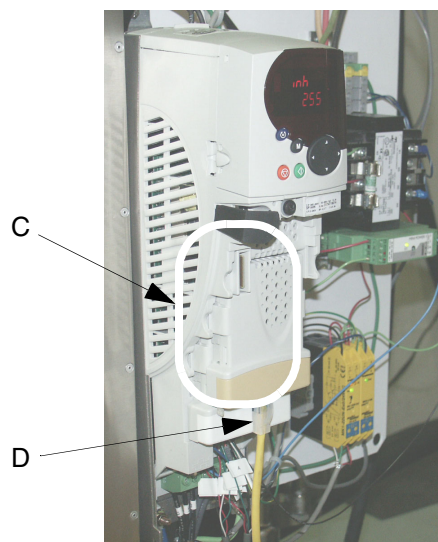

FIG. 17
Använd en CAT 5 Ethernet-sladd (D) för att ansluta VFE Ethernet modul (C) till datorn. Se FIG. 17.